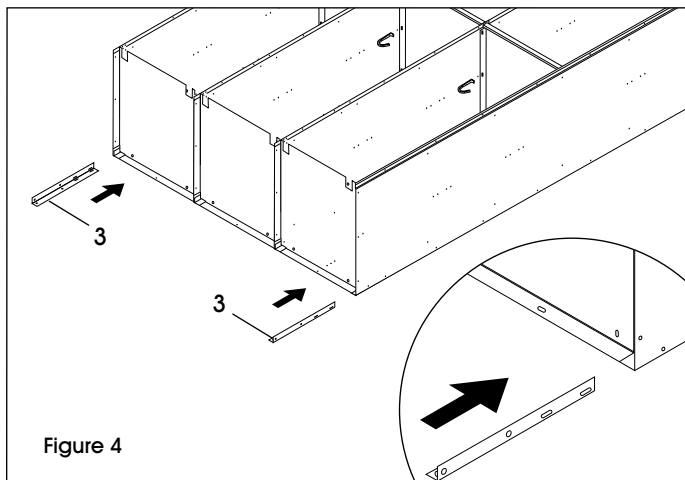

Figure 4
8. Insérez les pattes arrière (3) dans les coins entre le fond et le côté. Boulonnez chaque patte au côté à l'aide de deux boulons et écrous par patte. (Voir Figure 4)